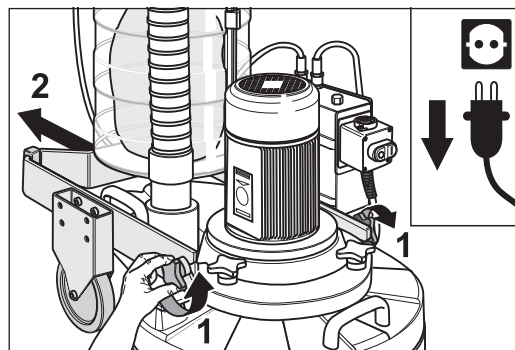

Fig. 45 Aflojadas las manillas en cruz se puede retirar hacia atrás el bastidor.
- 8 Afloje ahora ambas manillas en cruz de la carcasa y retire el bastidor horizontalmente hacia atrás (Fig. 45).